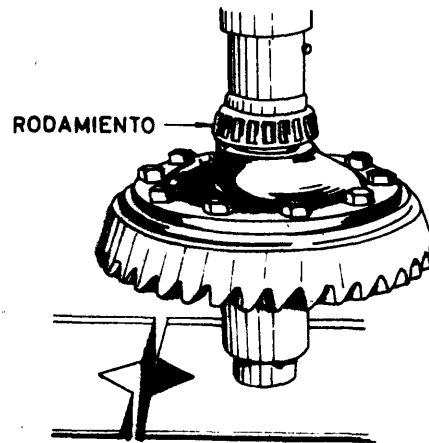

Fig. 4
- c Instale los rodamientos laterales de la caja (fig.4).